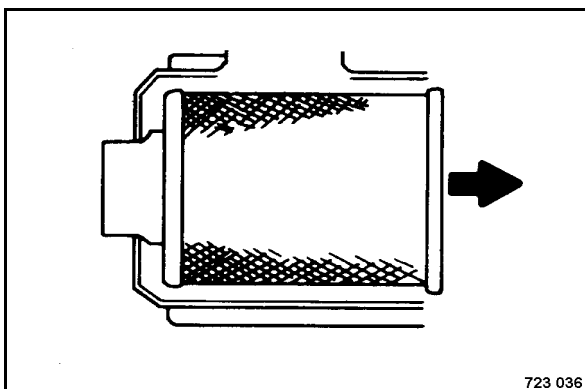

Fig. 142
- Extraire l'élément (Fig. 142) avec précaution du carter.